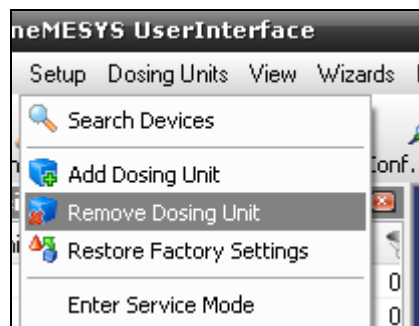

Abbildung 13 - Menüpunkt Dosiereinheit entfernen
- (2) Wählen Sie im Menü „Setup“ den Punkt „Remove Dosing Unit“ (Abbildung 13), um die Dosiereinheit aus Ihrer Dosierplattform zu entfernen.